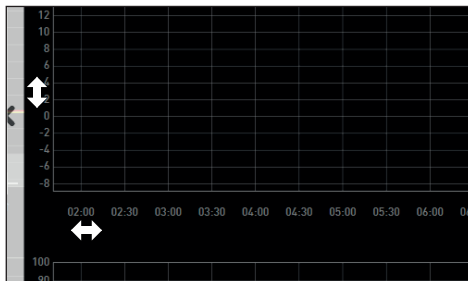

Рис. 11
- ▶ Чтобы изменить масштаб только по оси времени (ось x) или только по оси значений параметра (ось y), поместите курсор на метку соответствующей оси. Курсор принимает форму двунаправленной стрелки. Прокручивая колесико мыши, выполните масштабирование соответствующей оси (Рис. 11).